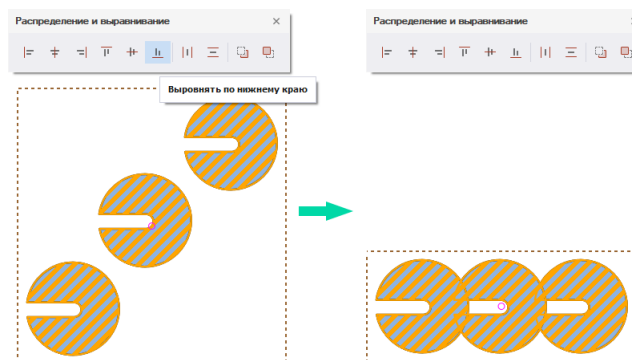

Рис. 385 Выравнивание по нижнему краю
2. На панели «Распределение и выравнивание» выберите инструмент «Выровнять по нижнему краю», который обозначен символом , см. Рис. 385.